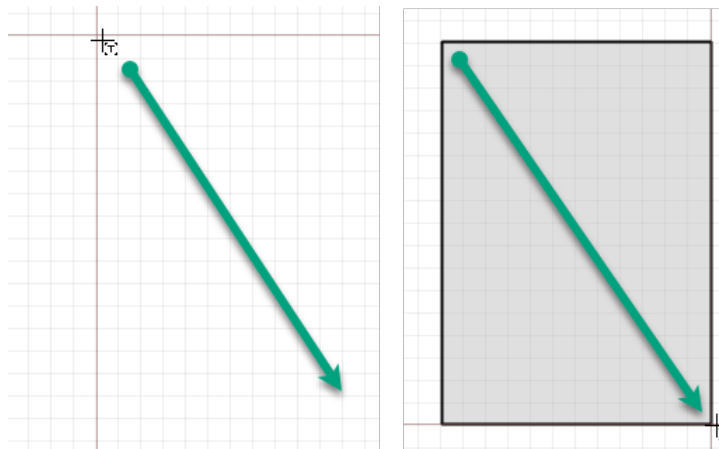

Рис. 73 Размещение колонки текста отчетов
3. Переместите курсор, Рис. 73.